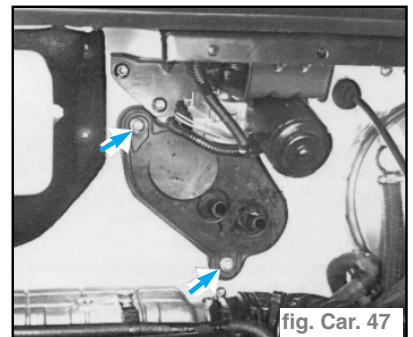

fig. Car. 47
- Dévisser les trois vis de fixation (dont l'une n'est pas en vue) du joint de passage des canalisations au radiateur du réchauffeur. (fig. Car. 47)